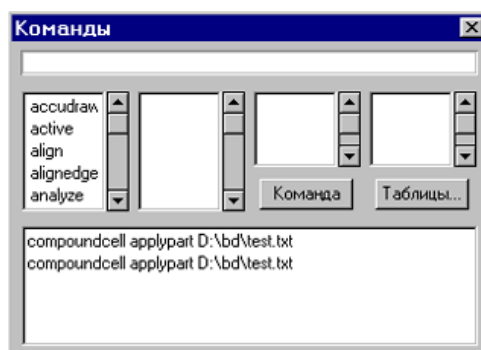

Рисунок 30
3. В TriForma. Из меню *Утилиты* запускается *Ввод с клавиатуры* или из меню *Справка* запускается *Проверка команд*. Открывается окно *Команды* (Рисунок 30).